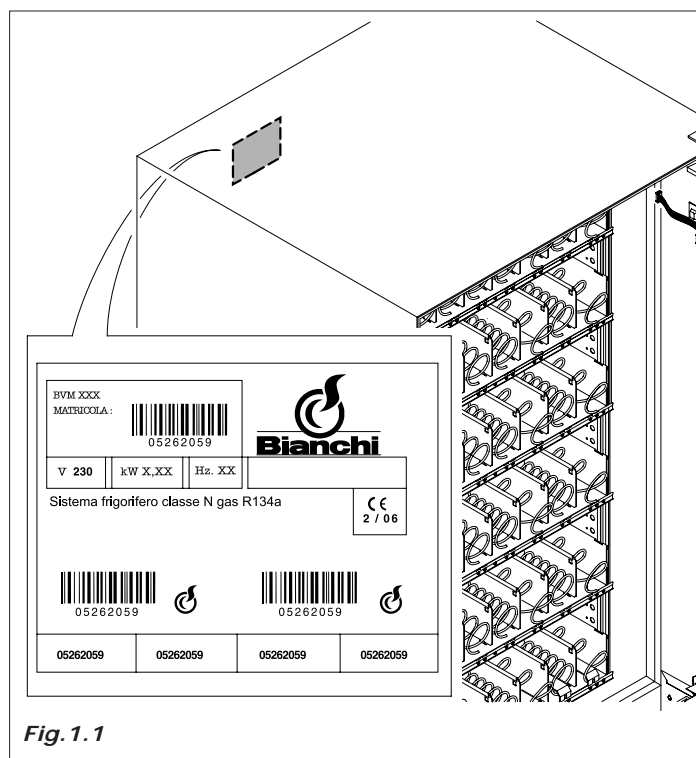

Fig. 1.1
- os dados indicados sobre a matrícula (Fig. 1.1)